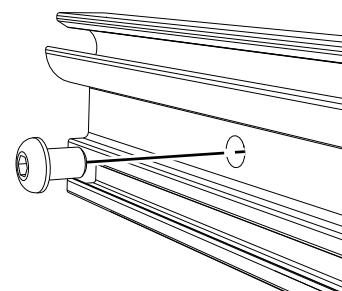

Figura 50. Atornille el perfil del tope
7. Atornille el perfil del tope en los orificios pre-perforados, véase Figura 50